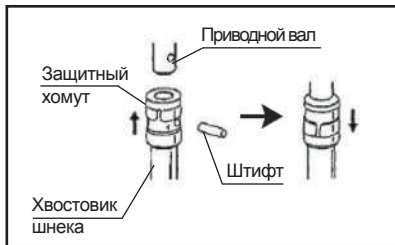

Рис.4
4) Подсоединение шнека к редуктору (Рис.4)